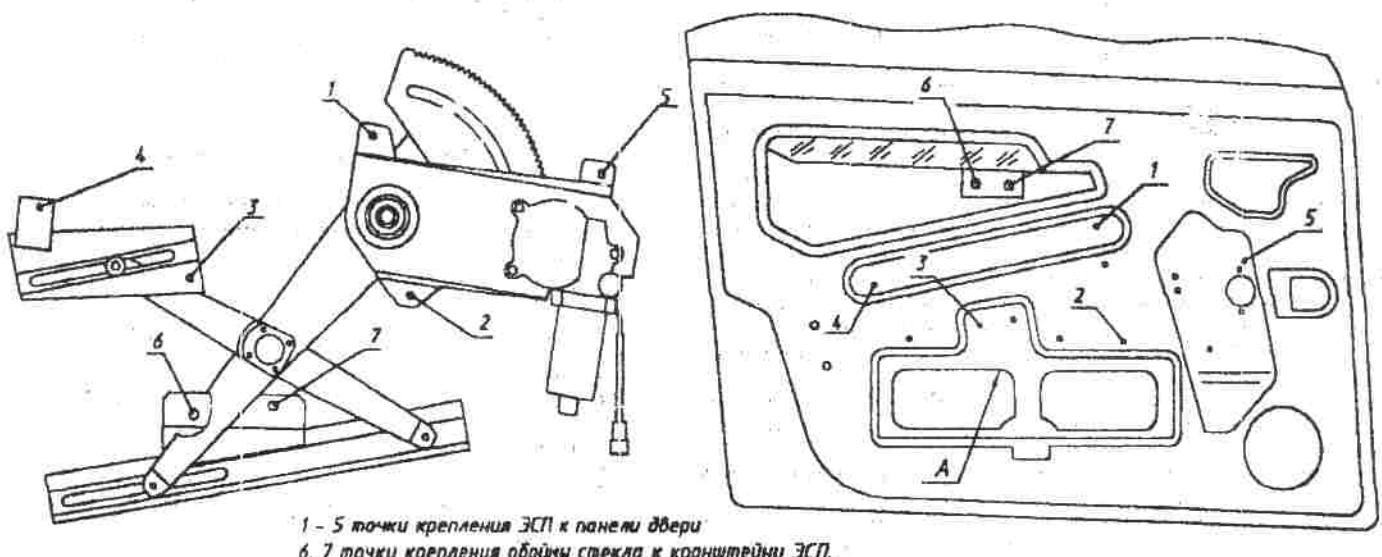

Рис. 2. Установка ЭСП в переднюю дверь.
4.7. Установить ЭСП в дверь в соответствии с рис. 2, в последовательности, описанной ниже
4.8. Закрепить привод ЭСП к внутренней панели двери тремя гайками со стопорными шайбами (место №№ 1, 2, 5 рис.2).
4.9. Короткую направляющую закрепить одной гайкой со стопорной шайбой, не затягивая гайку (место №3, ближе к приводу ЭСП, рис. 2).
4.11. Нажав на край стекла, включив ЭСП, опустить стекло в нижнее положение. В нижнем положении стекла закрепить короткую направляющую гайкой со стопорной шайбой (место просверленного отверстия №4 рис.2).
4.15. Для исключения посторонних звуков при крайнем нижнем положении стекла передних дверей, рекомендуется отогнуть край ребра технологического окна (место А, рис. 2). Прикрепить с внутренней поверхности панели двери место А и на бруск безопасности демпфирующий материал.